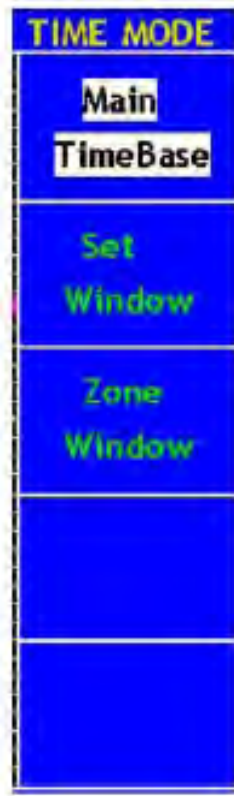

Abb. 22 Menü Time Mode
3. Taste **HORIZONTAL MENU**: drücken Sie diese Taste, um das Bedienmenü auf dem Bildschirm anzuzeigen (siehe Abb. 22).